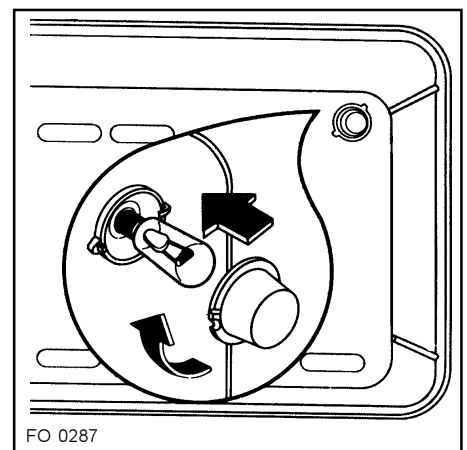

Fig. 7
- Dévisser la calotte (Fig. 7).